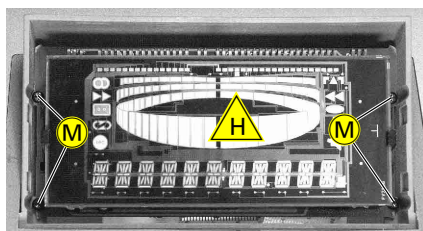

Fig. 5
- 4 Schrauben \textcircled{M} herausschrauben und Display-Platte herausnehmen (Fig. 5).
- Undo 4 screws \textcircled{M} and remove the Display Board (Fig. 5).